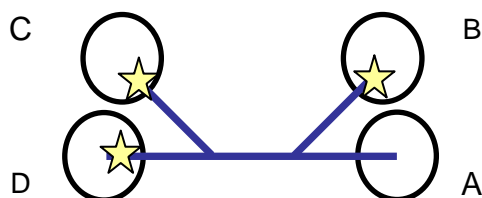

図5：各チャンバーの培養液の注入箇所
- ①チャンバーCとDの流路入り口付近（図5☆付近）に培養液を**20 μ L**ずつ注入します。
- ②チャンバーBの流路入り口付近（図5☆付近）に培養液を**100 μ L**注入します。